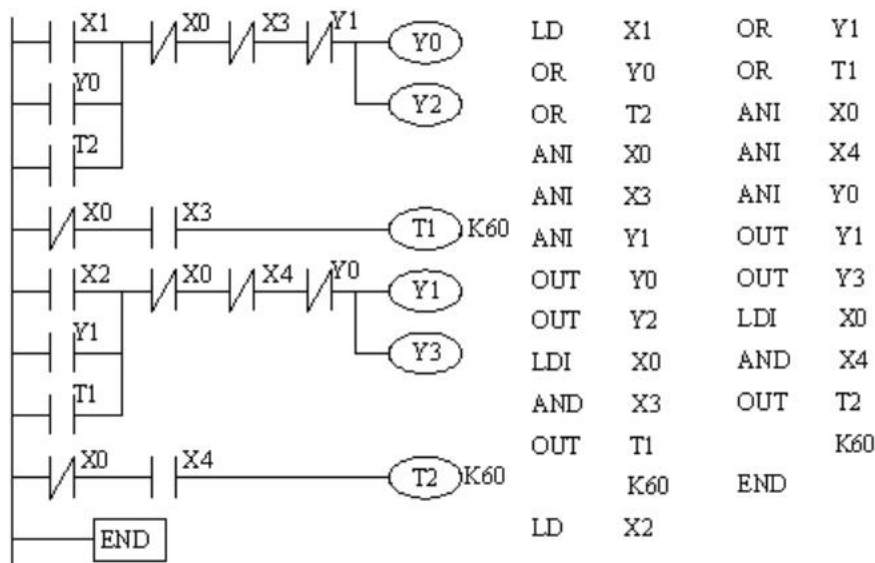

图 28 运料小车控制程序
本实验的的梯形图和指令表如图 28 所示
1. 按图 28 输入程序。